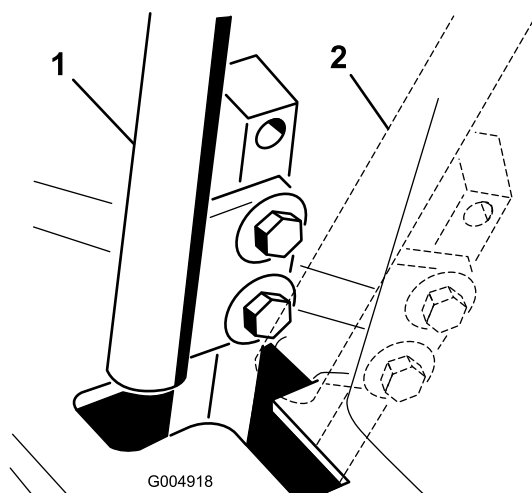

図 54
4. コントロールレバーをニュートラル位置にするロック位置にはしない(図 54)。
6. コントロールレバーと、コンソールのノッチとの位置関係を見る 図 54。